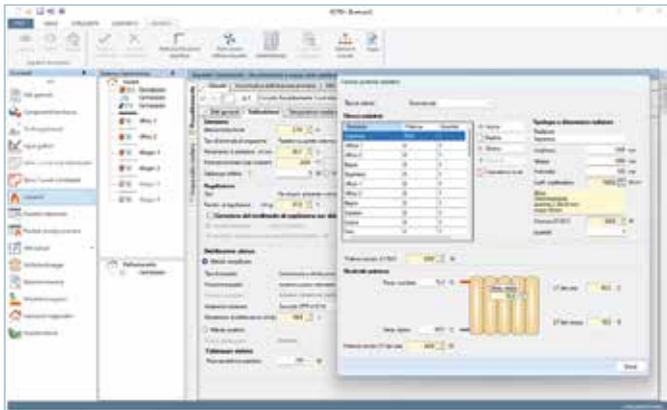

Fig. n. 6: potenza dei corpi scaldanti
- la definizione dettagliata della potenza termica installata dei corpi scaldanti (Fig. n. 6).